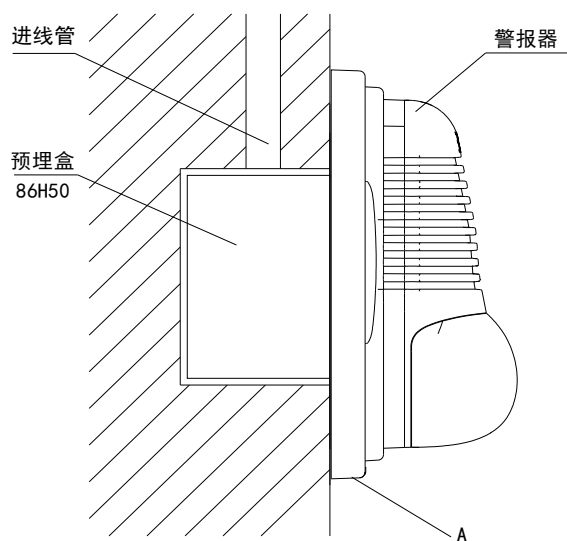

图 2-24
- (1) 报警器采用明装方式，在普通高度空间下，以距顶棚 0.2m 处为宜。
- (2) 安装时，先用两个螺钉将报警器后壳固定在墙上的 86H50 型预埋盒上(注意报警器后壳“UP”及箭头朝上)。
- (3) 从报警器后壳的进线孔中穿入电缆接在相应端子上，然后将报警器前壳上部塞入报警器后壳，再将报警器前壳下方按入报警器后壳中。
- (4) 拆卸时，用一字螺丝刀从报警器后壳下方“A”处缺口插入（如图 2-24 所示，此处外壳上有一小三角形标志），向下用力撬动，即可将报警器前壳拆下。